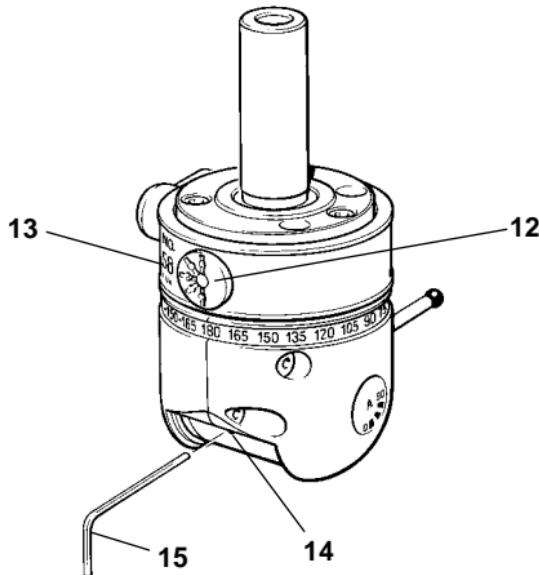

Abbildung 2 - MIP (Rückansicht)
3.2 Rückansicht (Siehe Abbildung 2)